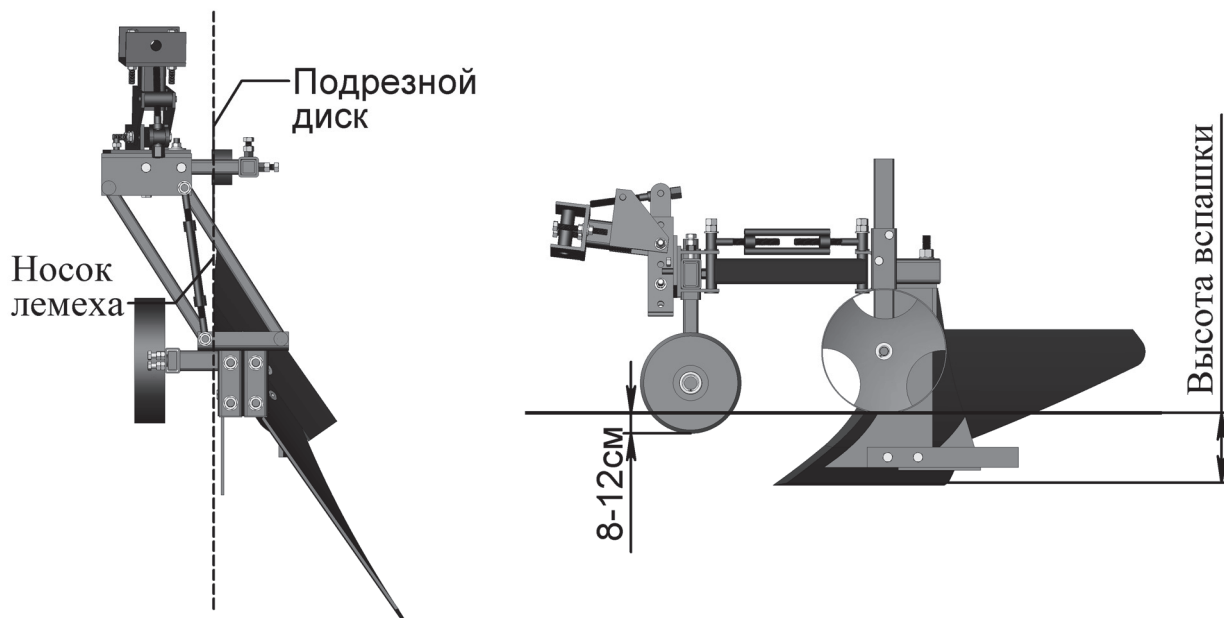

Рис. 4. Настройка подрезного диска
4. Если есть подрезной диск, то выставите его таким образом, чтобы он подрезал пласт почвы на глубину 5-10 см и находился на одной оси с носком лемеха (рис. 4).